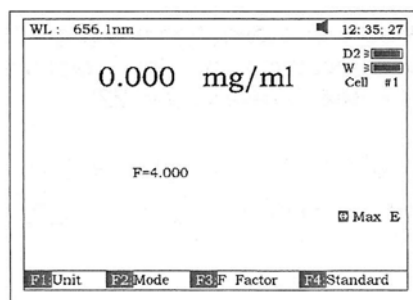

Fig 24
- 2) Presione [F4] para ingresar el valor de concentración conocida, Fig 24. Entonces, empuje la muestra dentro del paso del haz de luz para tomar la lectura de la concentración.